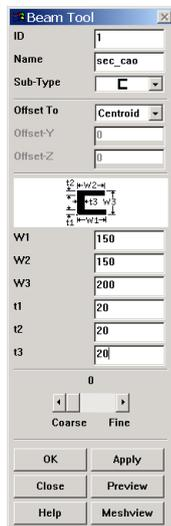

图4.12 BEAM单元截面设置工具
(1) 单击 Main Menu> Preprocessor> Sections> Beam> Common Sections 菜单, 弹出如图 4.12 所示的【Beam Tool】对话框。在【Name】文本框中输入截面名称, 如【sec_cao】; 在【Sub-Type】下拉列表框中选择 , 槽形截面的几何参数将出现在对话框中, 分别输入【W1】、【W2】、【W3】、【t1】、【t2】和【t3】参数, 单击【OK】按钮即定义了一个截面。